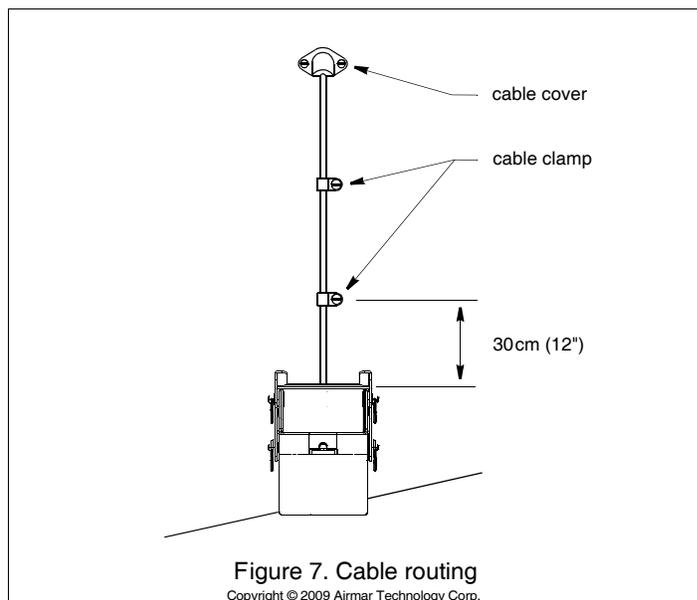

Figure 7. Cable routing
1. トランサムに穴を開ける必要がある場合は、喫水線よりかなり上の位置を選択します (図7)。トリムタブ、ポンプ、船体内部の配線などの障害物がないか確認してください。鉛筆で場所をマークします。適切なサイズのビットを使用して、コネクタに対応するように穴を開けます。